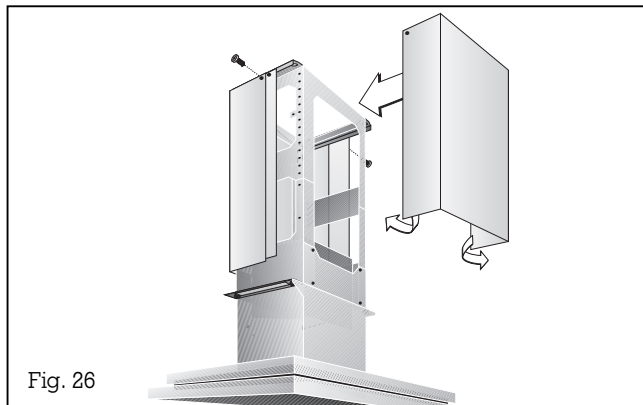

Fig. 26
13. Fiksér skorstenens øvre del uden magnetstriber med 2 skruer øverst på bærestellet (fig. 26).
14. Skorstenens anden øvre halvdel (med magnetstriber) bøjes let op, skubbes på skorstenens første del, rettes ud (ingen spalte!) og fastskrues med 2 skruer øverst på bærestellet (fig. 26).